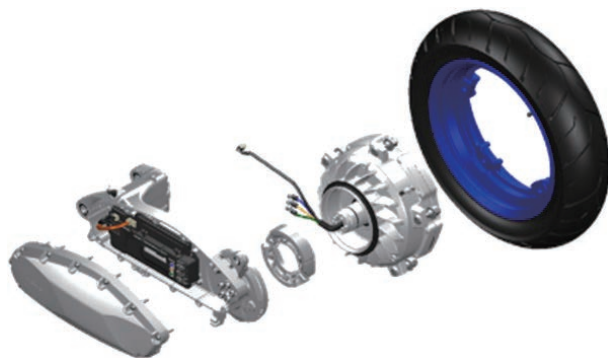

図5 YIPU II
本モデルでは、機能を集約したYIPU II(ヤマハインテグレートッドパワーユニットII)(図5)を採用する。YIPU IIは、①ブラシレスモータ、②モータコントロールユニット(以降、MCU)、③ドラムブレーキ、④リヤアームなどを集約することで、軽量・コンパクト・高効率を実現すると同時に、車体のデザインの自由度アップにも貢献しており、アーム前方の高さを抑えたことで、Liバッテリー2台の搭載を可能とした。